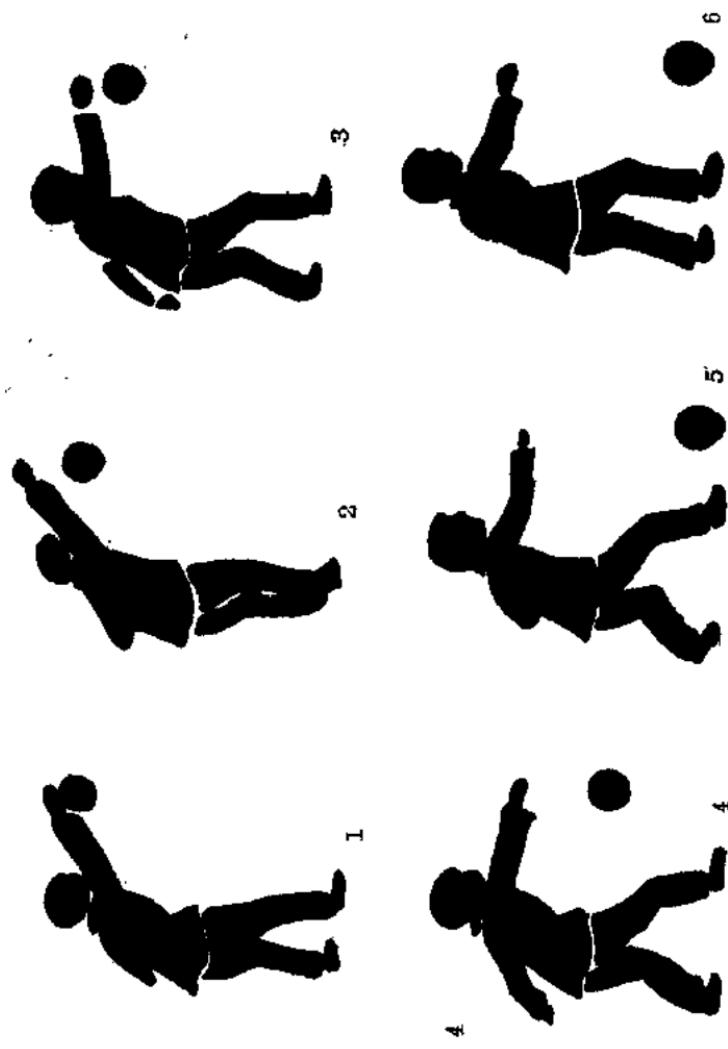

图 4
5. 画片 剪一张 50×480 (毫米)²的图画纸，照图4画上12个或12个以上连续拍球的人象，然后放到圆盘里，使画片紧贴在圆盘的四周内壁上。